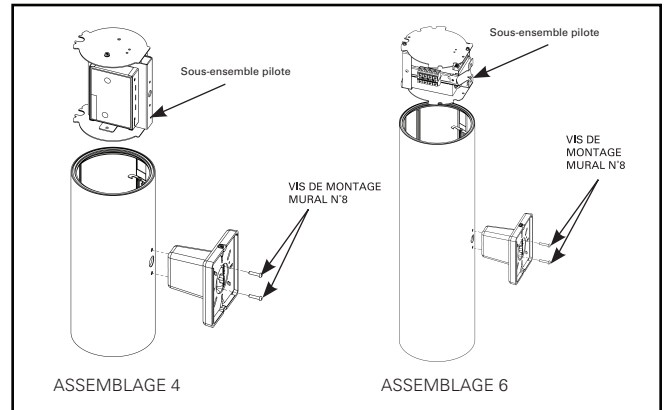

**Figure 6.**
- Vous pouvez accéder aux connecteurs enfichables du pilote en retirant le couvercle d'épaisseur ou le pilote même du support du pilote, en retirant l'ensemble de la vis de serrage indiquée. (Figure 6).
- Retirez le pilote ou le couvercle d'épaisseur pour accéder aux connecteurs enfichables du pilote. (Figure 6).